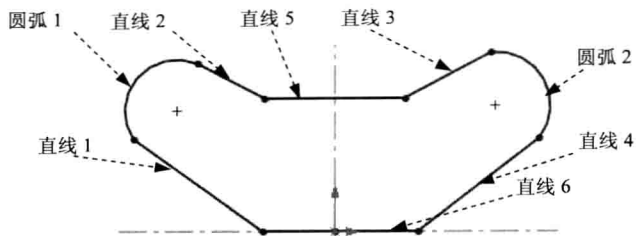
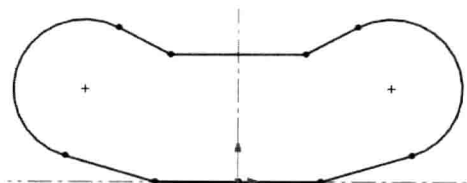

图 3.4 绘制的圆弧
图 3.5 添加几何约束
(3) 绘制圆弧。选择下拉菜单 **工具(T)** → **草图绘制实体(E)** → **三点圆弧(S)** 命令,在图形区中绘制图 3.4 所示的圆弧。
Step 4 添加几何约束。按住 Ctrl 键，选择直线 6 与水平中心线，在 **添加几何关系** 区域中单击 共线(L) 按钮。按住 Ctrl 键，选择图 3.4 所示的圆弧 1 和圆弧 2，系统弹出“属性”对话框，在 **添加几何关系** 区域中单击 相等(O) 按钮。按住 Ctrl 键，选择图 3.4 所示的圆弧 1 与直线 1，在 **添加几何关系** 区域中单击 相切(A) 按钮。同理，创建圆弧 1 和直线 2 的相切约束，圆弧 2 和直线 3 的相切约束，圆弧 2 和直线 4 的相切约束，按住 Ctrl 键，选择图 3.4 所示的圆弧 1、竖直中心线与圆弧 2，在 **添加几何关系** 区域中单击 对称(S) 按钮。同理，添加直线 2 与直线 3 关于竖直中心线对称，直线 1 与直线 4 关于竖直中心线对称。按住 Ctrl 键，选择图 3.4 所示的直线 5，在 **添加几何关系** 区域中单击 水平(H) 按钮。同理，添加直线 6 的水平约束。约束后的图形如图 3.5 所示。